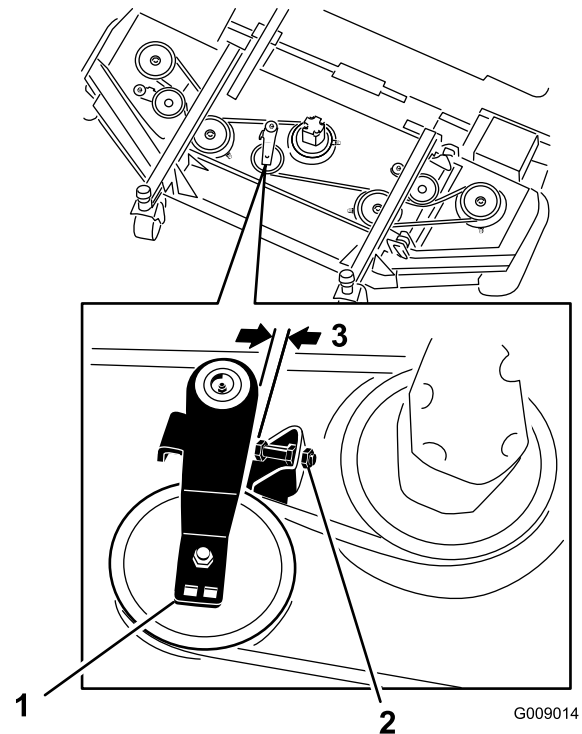

Bild 76
2. Lösen Sie am Frontmähwerk die Klemmmutter an der Anschlagsschraube der Spannscheibe und drehen Sie die Anschlagsschraube in die Halterung (Bild 76).
3. Schieben Sie die Spannscheibe mit einem Schraubenschlüssel oder einem ähnlichen Werkzeug (Bild 76) vom Treibriemen und lassen Sie den Riemen von der Getriebespannscheibe rutschen.